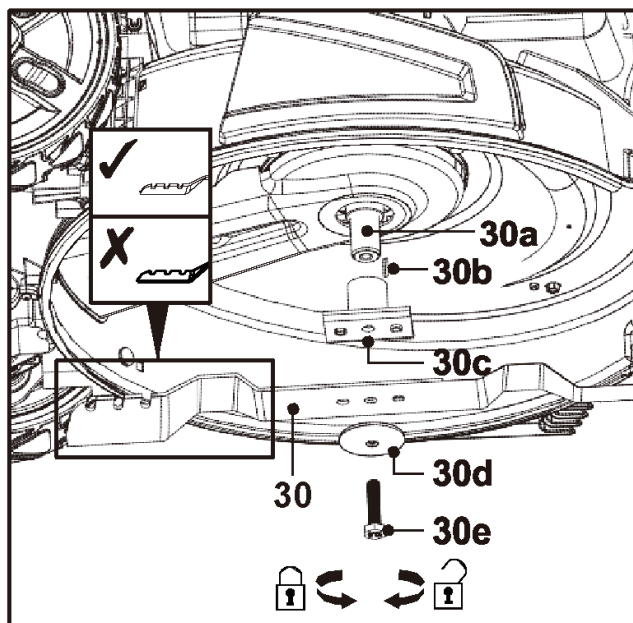

Рис. 27
- Следите за остротой режущего ножа (30), чтобы обеспечить хорошую эффективность скашивания. Замените изношенный или поврежденный режущий нож на новый того же типа или поручите его заточку квалифицированному специалисту.
- Если поднять газонокосилку домкратом не представляется возможным, наклоните ее на правую сторону так, чтобы крышка топливного бака (9) оказалась вверх. Это поможет избежать утечки топлива и затрудненного запуска из-за засорения карбюратора (14).
- Ослабьте шестигранный болт (30e) против часовой стрелки с помощью подходящего ключа (размер: 17 мм) и снимите его вместе с чашеобразной шайбой (30d), режущим ножом (30), держателем ножа (30c) и штифтом (30b) со шпинделя (30a) (см рис. 27).
- Замените режущий нож (30) на новый того же типа. Проверьте состояние фланца на держателе ножа (30c), затем установите режущий нож (30) и закрепите узел с помощью чашеобразной шайбы (30d) и шестигранного болта (30e). Затяните шестигранный болт (30e) по часовой стрелке с усилием 40-45 Нм, чтобы обеспечить безопасную эксплуатацию устройства (рис. 27).
**ОПАСНО!** Перед установкой режущего ножа (30) убедитесь, что лезвия ножа направлены внутрь деки.